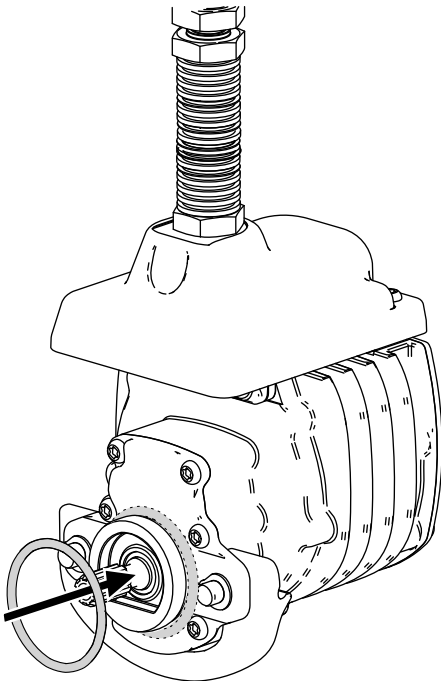

Figure 10
3. Placez un joint torique sur chaque moteur de cylindre, comme montré à la Figure 10.